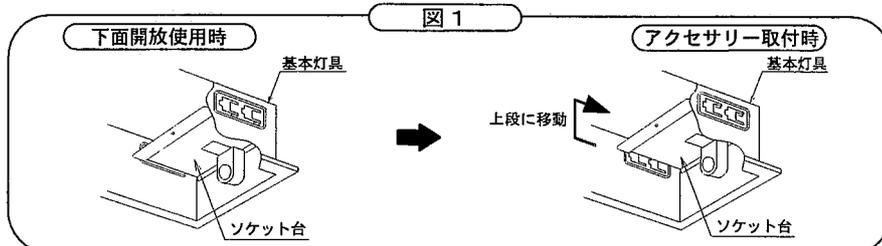

図1
- (1) 基本灯具からランプ・反射板をはずす。
- (2) ソケット台を手前に引いて上側に移動させ、確実に奥まで押し込む。（図1）
- (3) 基本灯具に反射板・ランプを取り付ける。